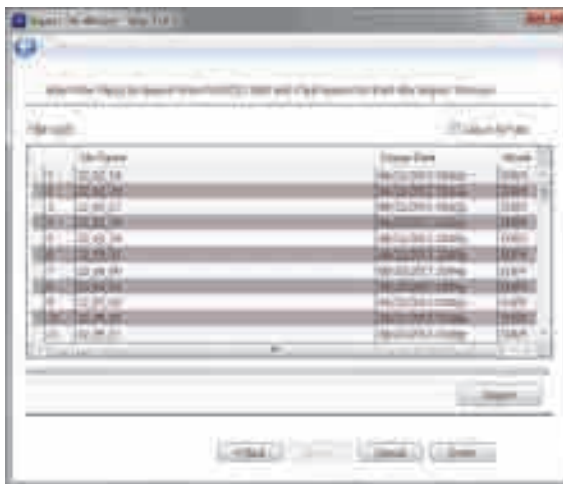

Рис. 6-3 Мастер импорта файлов — Выбор файлов
3. Выберите файлы для импорта (или установите флажок **Select all files**, чтобы импортировать все файлы), затем щелкните **Import** (см. Рис. 6-3 на стр. 247).